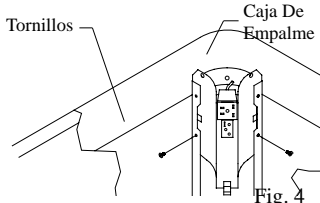

Fig. 4
- **Quite la caja de empalme.** La caja de empalme se encuentra en el rincón superior del interior del enfriador. Quite los dos tornillos de la caja y quite la caja de empalme (fig. 4). Deslice las tomacorrientes a la ranura de la caja de empalme.